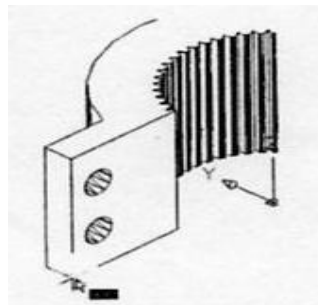

图 9-24 指定角点
制定 ucs 的原点或[面(F)/命名(NA)/对象(OB)/上一个(P)/视图(V)世界(W)/X/Y/Z/轴(ZA)]<世界>: //打开【对象捕捉】功能，捕捉如图 9-24 所示端点
2、指定图 9-24 所示的端点, 得到如图 9-22 所示的新的 ucs。在这个 ucs 基础上, 继续执行 ucs 命令, 命令行提示如下: